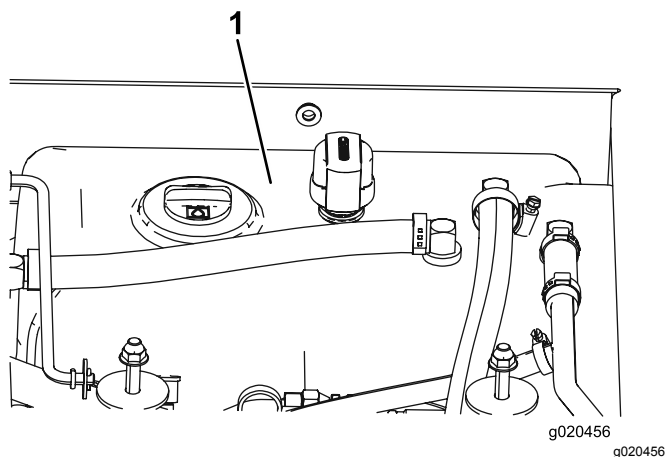

Figura 97
4. Llene el depósito (Figura 97) con fluido hidráulico; consulte Comprobación del fluido hidráulico (página 70).